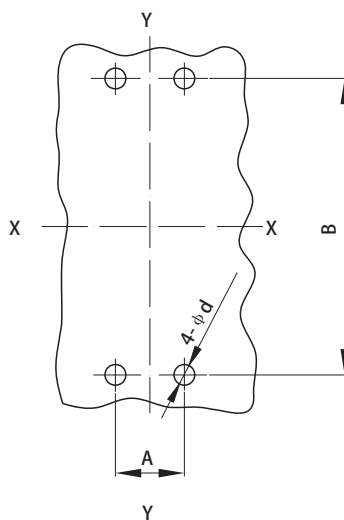

图7 板前接线安装板开孔尺寸
(1) 板前接线安装板开孔尺寸见图7 (X-X、Y-Y为三极断路器中心)